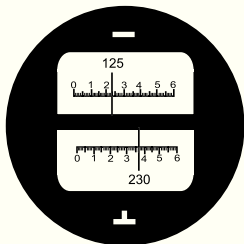

Рис.5
После регулировки освещенности шкал кругов, добейтесь при помощи винта фокусировки отсчетного микроскопа (14) четкого изображения шкал, как показано на Рис.5. Символы — и \perp на шкалах указывают на их принадлежность к горизонтальному и вертикальному кругам соответственно. В верхней и нижней части шкал Вы увидите целое число градусов. Шкалы разбиты на 60 делений. Каждое деление соответствует одной угловой минуте. Доли делений оцениваются на глаз с округлением до 1/4. При этом, погрешность отсчитывания 1/4 деления шкалы соответствует 15" угловым секундам. Система отсчетов вертикальных углов начинается от горизонта 90°. Перед снятием отсчета по вертикальному кругу необходимо с помощью регулировочного винта (10) выставить уровень при вертикальном круге (2).